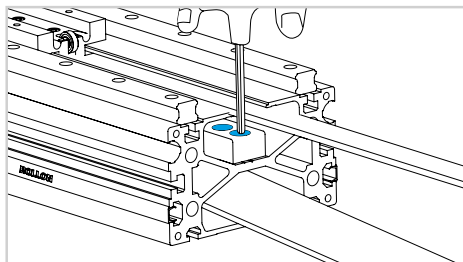

Fig. 13
- 14) Retirer la butée de sécurité (Fig.13).
- 17) Retirer la butée de sécurité de ce côté également. (Fig.13).